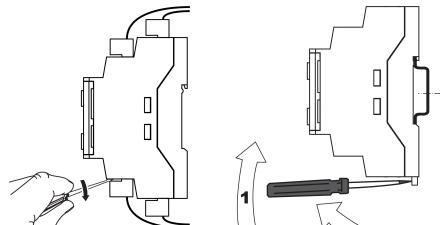

Рисунок 4 – Отсоединение съемных частей клемм
1. Снять ответвенные части съемных клеммников (см. рисунок 4).